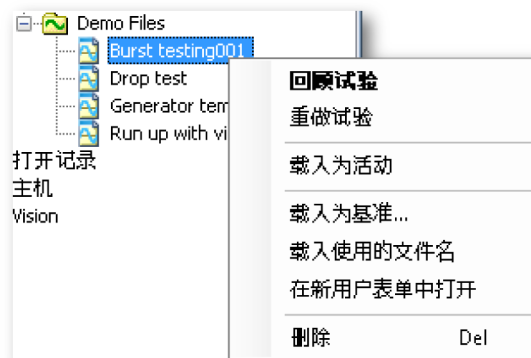

图 4.15: “记录导航”快捷菜单
- 选择一条记录并右击弹出上下文菜单，如图 4.15 所示。